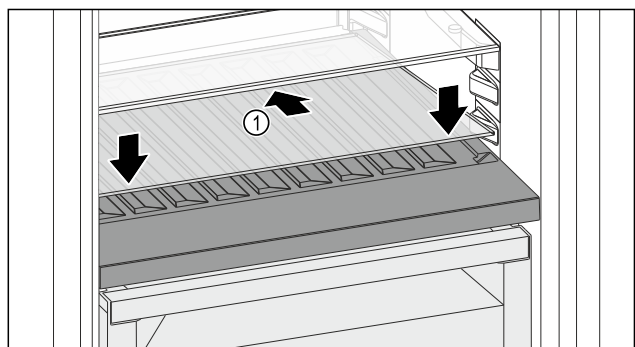

Fig. 144
- ▶ Вставьте стеклянную пластину Fig. 144 (1) наискосок и с уклоном назад вниз.
- ▶ Опустите стеклянную пластину Fig. 144 (1) спереди.